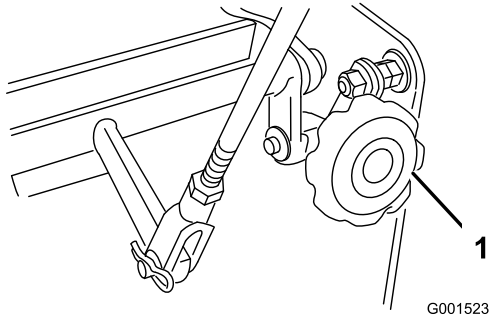

Figura 41
4. Si la unidad se desvía hacia un lado, gire el mando de ajuste de la dirección. Gire el mando a la derecha para dirigir la máquina hacia la derecha, y a la izquierda para dirigir la máquina hacia la izquierda (Figura 41).